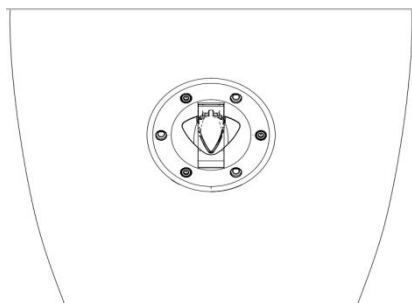

Рис. 9 Крышка топливного бака
4.7. Как открыть крышку топливного бака (Рис. 9)